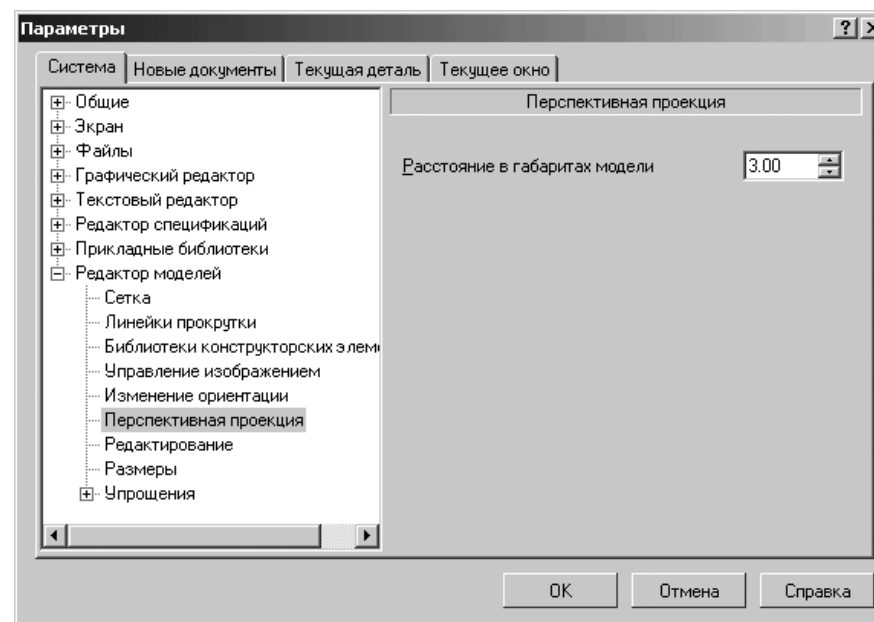

Рис. 9.51. Диалоговое окно **Параметры** с открытой вкладкой **Система** и открытой панелью **Перспективная проекция**
- щелкните по пункту **Перспективная проекция**. Откроется в правой части диалогового окна панель **Перспективная проекция** (рис. 9.51);